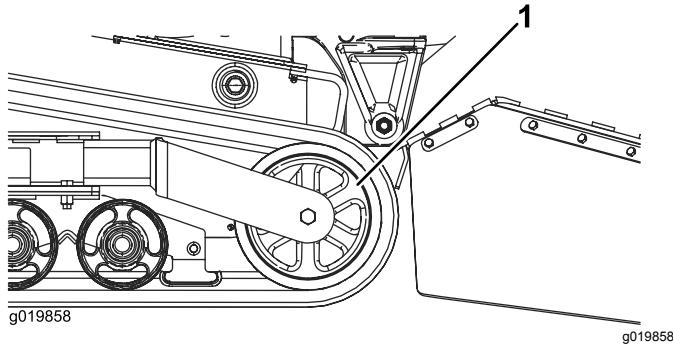

図 49
5. テンショニングホイールを機体後方に向けて押して一杯まで移動させる図 49。
7. テンショニングホイールから外れたら、機体から取り出す図 49。